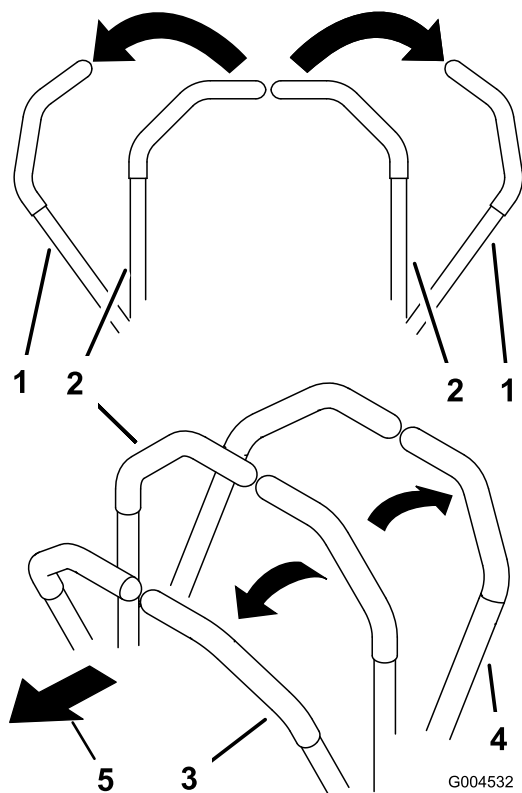

Bild 15
2. Schieben Sie für das Vorwärtsfahren die Fahrtriabshebel langsam vorwärts (Bild 15).
Wenden Sie zum Geradeausfahren auf beide Fahrtriabshebel denselben Druck an (Bild 15).
Verringern Sie zum Wenden den Druck auf den Fahrtriabshebel an der Seite, in deren Richtung Sie wenden möchten (Bild 15).